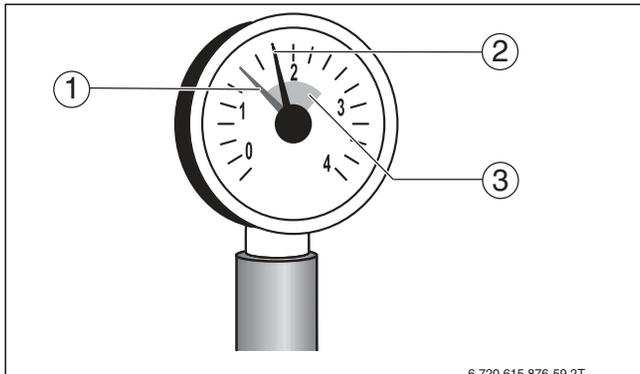

Рис. 8 Манометр для закрытых установок
- ▶ Осторожно откройте водопроводный кран и медленно заполните отопительную систему. При этом наблюдайте за показаниями манометра (→ рис. 8, стр. 10).